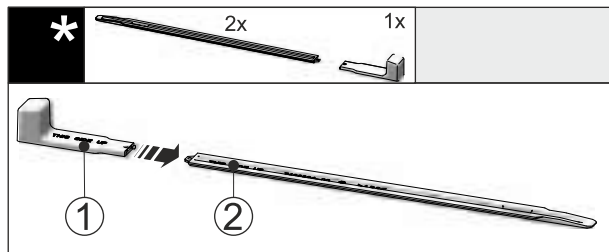

Fig. 48
- Вставьте монтажную ручку Fig. 48 (1) в выравнивающую рейку Fig. 48 (2).